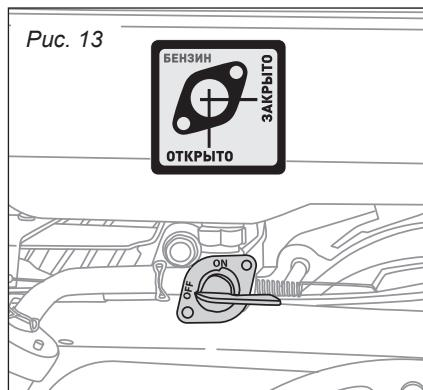

Рис. 13
- Поверните топливный кран в положение «ЗАКРЫТО» (рис. 13).